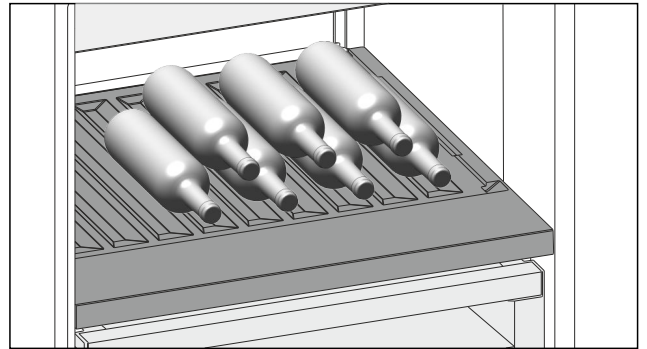

Fig. 215 例图
- ▶ 将瓶底向后对着后壁放入瓶子。(参见 Fig. 215)